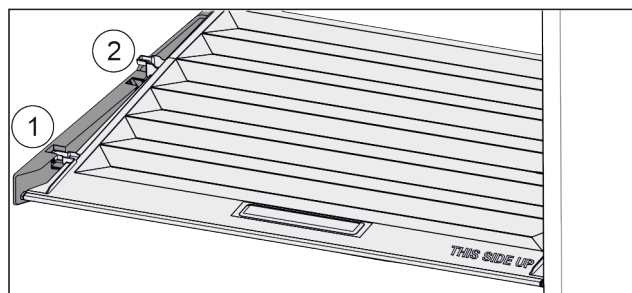

Fig. 95
- ▶ Потянуть крышку до отверстия в поддерживающих деталях вперед Fig. 95 (1).
- ▶ Поднять сзади снизу и извлечь Fig. 95 (2) движением вверх.